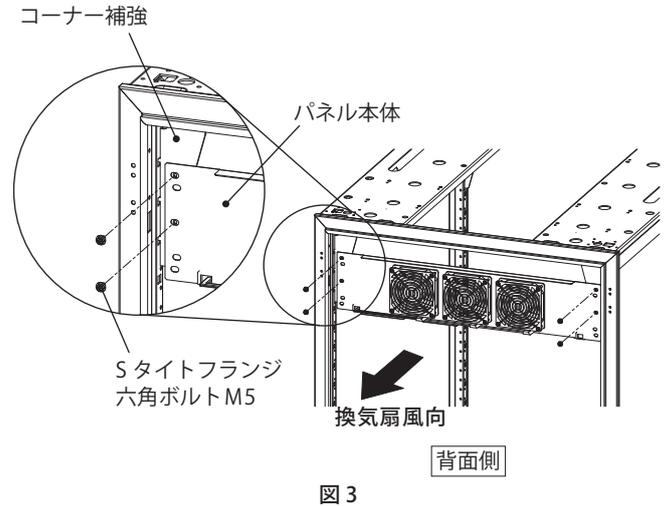

図3
1. コーナー補強にパネル本体を、付属のSタイトフランジ六角ボルト M5 (4カ所) にて取付けてください。(図3)